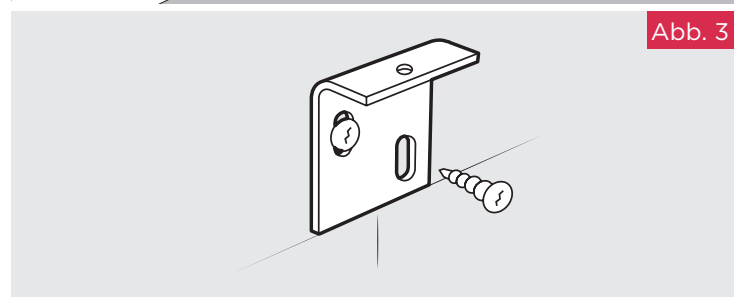

Abb. 3
SCHRITT 4: Messen Sie das Maß D in Abb. 1 je nach Modell von der Oberseite der unteren Halterungen aus, und zeichnen Sie eine horizontale Linie. Markieren Sie die Befestigungspunkte für die oberen Halterungen in einer Linie mit den unteren Halterungen. Setzen Sie jede obere Halterung auf die Linie und markieren Sie die Befestigungslöcher – siehe Abb. 3. Bohren Sie in die Wand und bringen Sie Dübel an und befestigen Sie die oberen Halterungen an ihrem Platz.